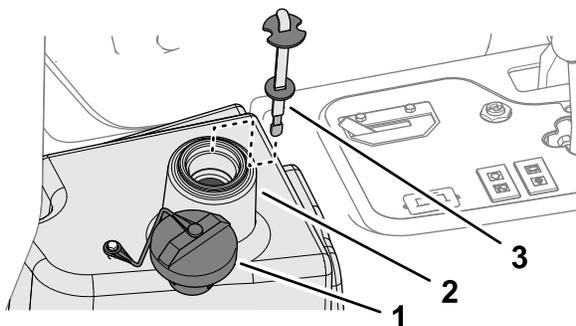

图 91
- 向液压油箱图 91 注入约 22.7L 液压油请参阅 液压油规格 (页码 49)。